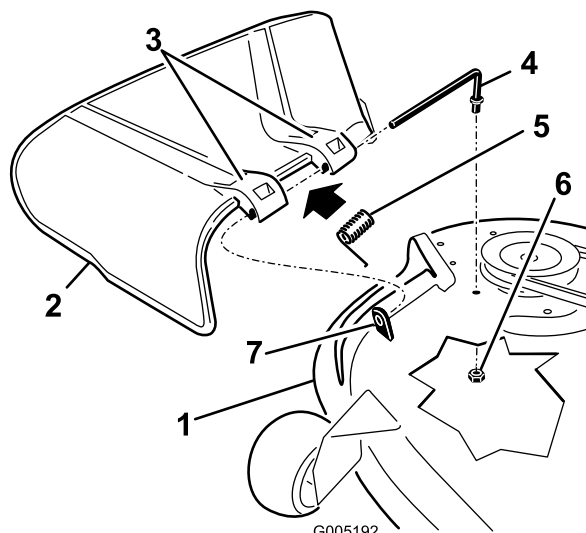

Figura 71
1. Localice los elementos mostrados en la Figura 71.
2. Retire la tuerca (9,5 mm) de la varilla (debajo del cortacésped) (Figura 71).
3. Retire la varilla del espaciador corto, del muelle y del deflector de hierba (Figura 71). Retire el deflector de hierba dañado o desgastado.
4. Vuelva a colocar el deflector de hierba (Figura 71).
6. Coloque el muelle sobre la varilla, con los extremos de los alambres hacia abajo, y entre los soportes del deflector de hierba. Deslice la varilla por el segundo soporte del deflector de hierba (Figura 71).
7. Introduzca la varilla, en la parte delantera del deflector de hierba, por el espaciador corto de la carcasa. Fije el extremo trasero de la varilla en el cortacésped con una tuerca (9,5 mm) (Figura 71).